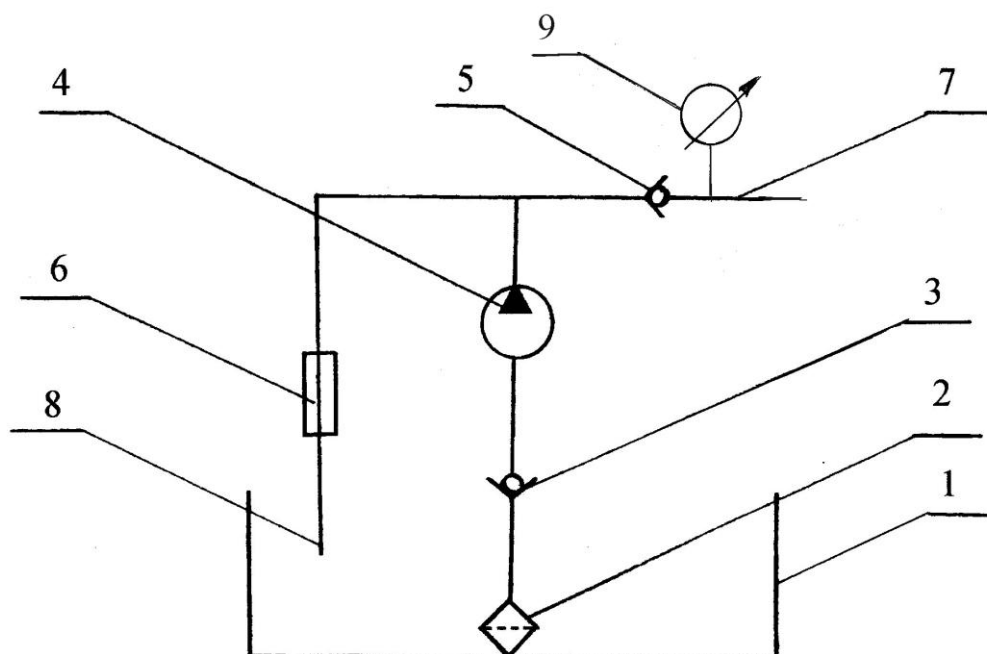

Рис. 1
4.1. Насос для гидроиспытаний ручной НЬЮТОН НТН 25Р (см. рис.1) состоит из бака 1, в верхней плоскости которого установлен насос 4, в корпусе насоса находится плунжер, который шарнирно соединен с приводным рычагом. Насос снабжен всасывающим клапаном 3, нагнетательным клапаном 5 и дренажным вентилем 6 для сброса давления в системе. В нижнюю часть насоса ввернута трубка с заборным фильтром 2. Принцип работы насоса заключается в том, что при качании приводного рычага плунжеру сообщается возвратно-поступательное движение. Происходит всасывание рабочей жидкости из бака и подача на испытуемый объект по нагнетательному трубопроводу 7. Давление рабочей жидкости контролируется манометром 9.